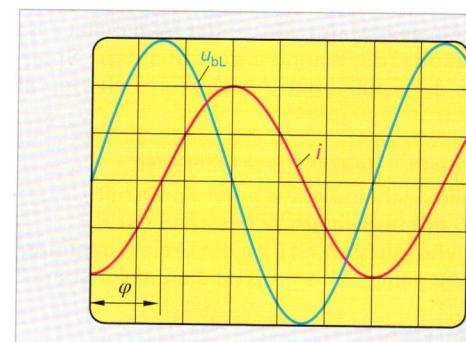

Bild 1: Schirmbild
- Mit der Messschaltung **Bild 2** werden die zeitlichen Verläufe der Spulenspannung u_{BL} und des Spulenstroms i einer Spule mit Ferrit-Schalenkern gemessen. **Bild 1** zeigt das Schirmbild des Oszilloskops. Die eingestellten Ablenkkoefizienten sind: $A_x = 10 \mu\text{s/DIV}$ für die x-Achse, $A_{y1} = 2 \text{ V/DIV}$ für Kanal CH1 der y-Achse und $A_{y2} = 0,2 \text{ V/DIV}$ für Kanal CH2.
Spannungen und Widerstände können mithilfe von Spannungsdreieck und Widerstandsdreieck rechnerisch und rechnerisch ermittelt werden (Bild 1, Bild 2).